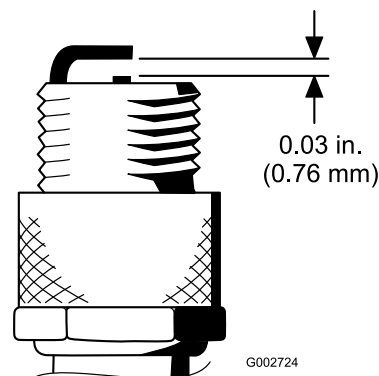

Figura 40
4. Ajuste la distancia entre los electrodos central y lateral a 0,76 mm, tal y como se muestra en la Figura 40).